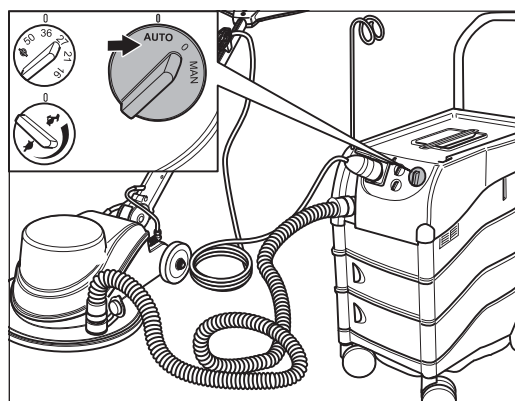

Fig. 25 Posición modo AUTO del aspirador.
- 4 Conecte el aspirador en modo AUTO (fig. 25). El modo AUTO significa que el aspirador se conecta y desconecta de forma automática cuando lo hace la SINGLE.